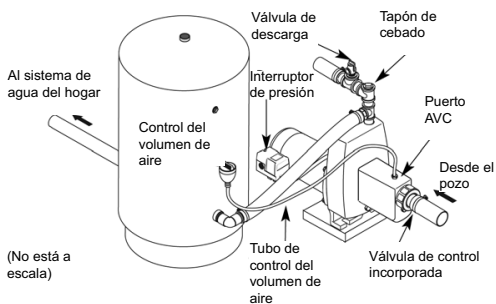

Figura 2: Conexión estándar del tanque
1. Instale una T en el puerto de descarga de la bomba. (Consulte la Figura 2).
3. Retire el tapón para tubería de puerto de Control de volumen de aire (AVC, por sus siglas en inglés). Extienda tuberías desde el puerto AVC de la bomba hasta el puerto en el AVC montado en el tanque (Figura 2). Consulte las instrucciones que se proporcionan con el tanque y el AVC para obtener más detalles.